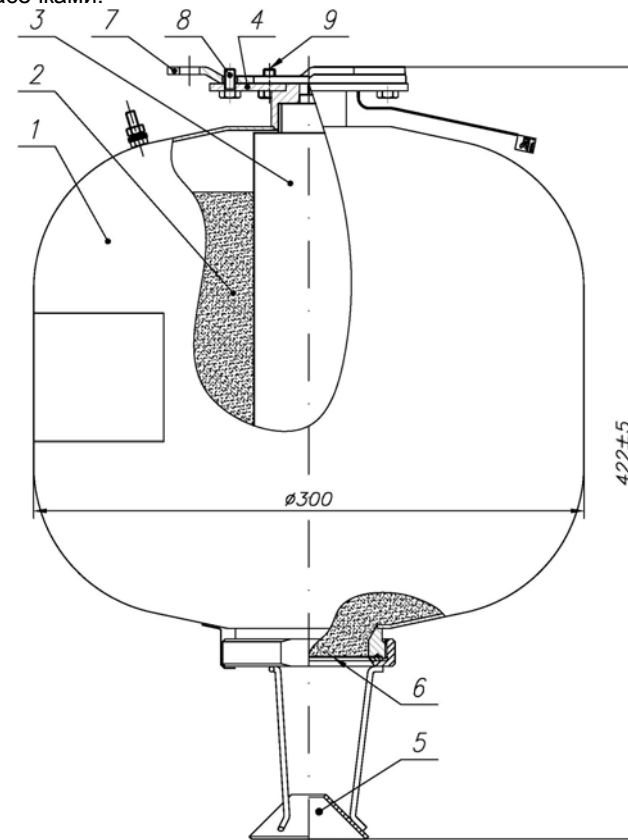

Рис. 1. Устройство модуля порошкового пожаротушения «БУРАН-15И».
4.1. Модуль (рис. 1) представляет собой герметичную конструкцию, состоящую из стального корпуса 1, заполненного огнетушащим порошком 2, генератора газа 3 с электроактиватором, держателя модуля 4, насадка-распылителя 5 и разрывной мембраны 6 с насечками.
6.2. Соединить держатель модуля 4 (рис. 1) с кронштейном 7 так, чтобы головки болтов 9 вошли в широкие части пазов держателя модуля. После этого повернуть модуль вокруг оси до упора, болты при этом заходят в узкие части пазов и удерживают модуль в подвешенном состоянии. Зафиксировать от поворота модуль относительно кронштейна болтом 8. Затянуть болты 9.